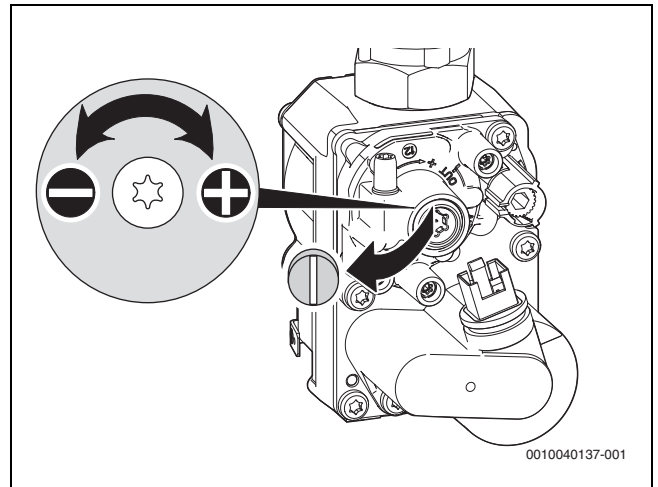

Bild 52 CO₂- oder O₂-Gehalt einstellen
- ▶ Plombe an der Einstellschraube der Gasarmatur entfernen (nur bei der unteren Gasarmatur in Bild 52) und CO₂- oder O₂-Gehalt für minimale Nennwärmeleistung einstellen.